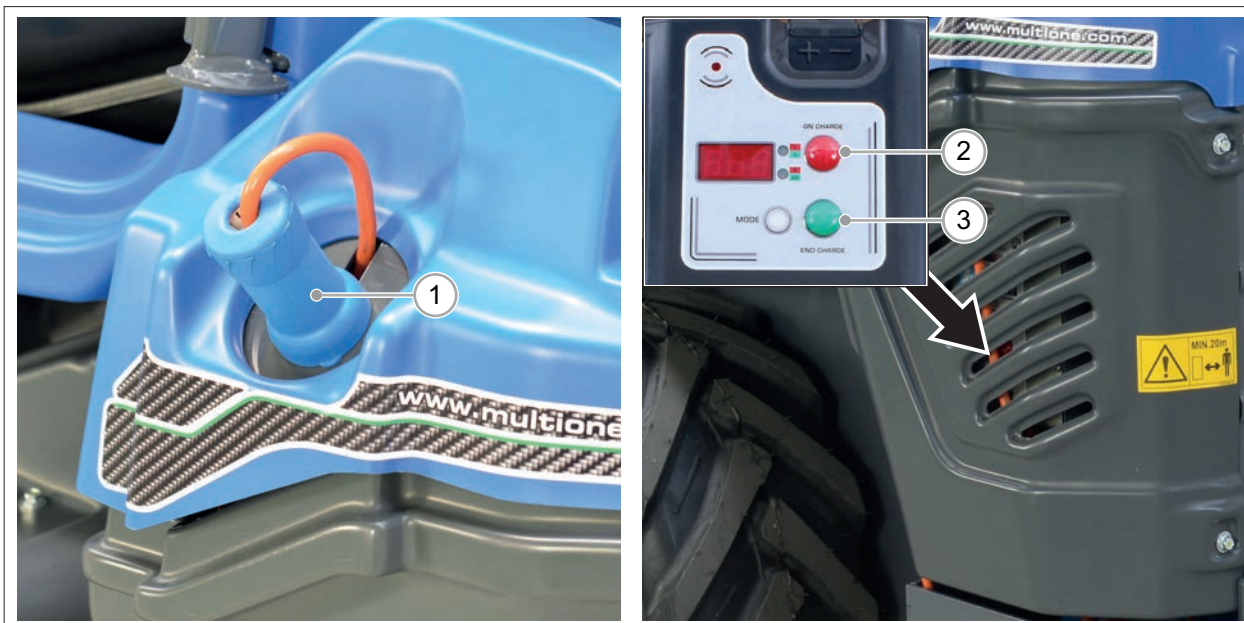

РИС. 20
- 1) Подключите разъем (РИС. 20 - Сс. 1) кабеля зарядного устройства к розетке электропитания. Не используйте удлинители и убедитесь, что розетка защищена от перегрузок и коротких замыканий.
- 2) Зарядное устройство начнет процедуру зарядки, о чем будет свидетельствовать красный светодиод. (РИС. 20 - Сс. 2). После завершения зарядки загорится зеленый светодиод. (РИС. 20 - Сс. 3).